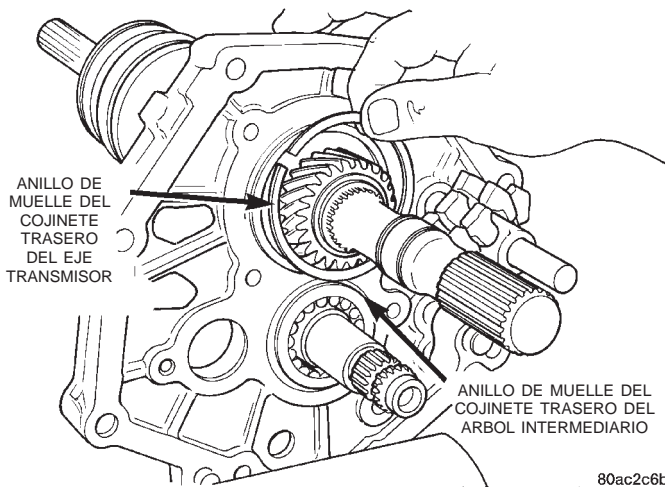
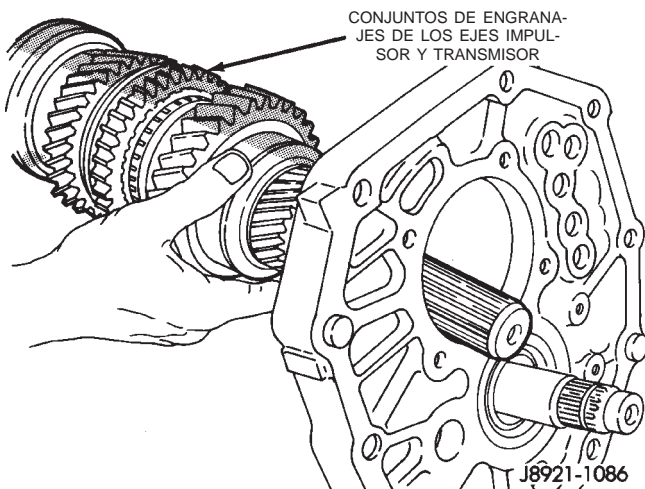

Fig. 80 Desmontaje del anillo de muelle del cojinete trasero del eje transmisor
Fig. 81 Desmontaje del eje principal
(33) Retire el anillo de muelle que fija el cojinete trasero del eje transmisor a la placa intermedia (Fig. 80).
(34) Retire el anillo de muelle del cojinete trasero del árbol intermedio.
(35) Con la ayuda de un asistente, soporte el eje principal y el árbol intermedio. Golpee ligeramente en la parte posterior del eje principal y el árbol intermedio con un martillo de goma adecuado. De esta forma se liberará el árbol intermedio del cojinete trasero del árbol intermedio y el cojinete trasero del eje principal de la placa intermedia. El eje principal se liberará de la placa intermedia primero y puede ser retirado moviendo el eje principal hacia atrás y arriba (Fig. 81).
(36) Retire el árbol intermedio moviéndolo hacia atrás hasta que quede separado de la placa intermedia.
(37) Retire el cojinete trasero del árbol intermedio de la placa intermedia.